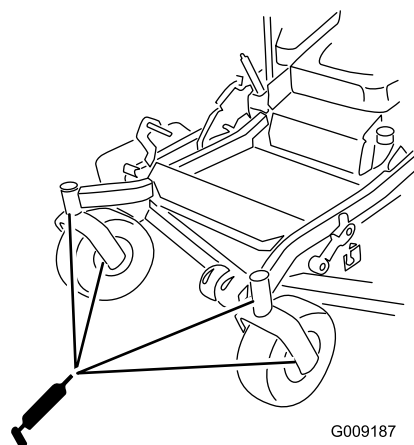

Figure 43
- Sortez le graisseur de l'orifice. Remettez le bouchon hexagonal et le capuchon antipoussière en place (Figure 43).